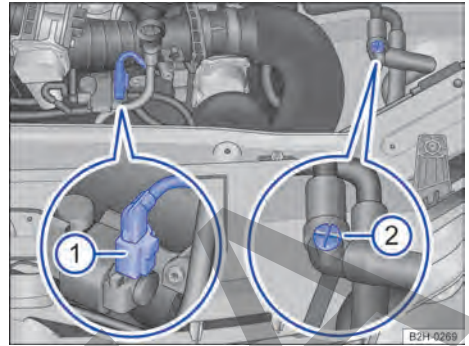

Fig. 180 En el compartimento del motor: conector y válvula de purga manual.
5. Gire la válvula de purga manual unas tres vueltas en el sentido contrario al de las agujas del reloj → Fig. 180 ❷.
7. Desacople el conector situado junto a la varilla de medición del nivel de aceite y fíjelo convenientemente → Fig. 180 ❶. No vuelva a acoplar el conector hasta que no acuda a un taller especializado.